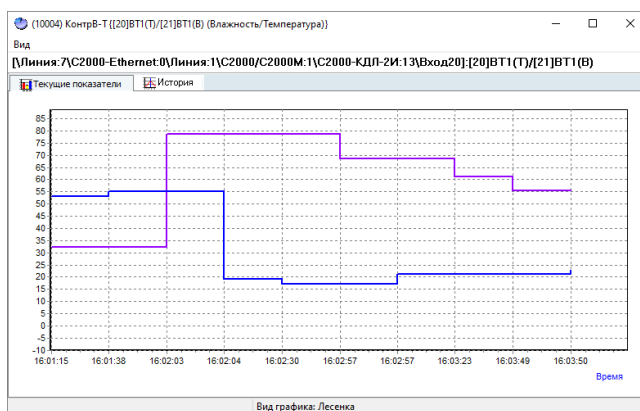

Рисунок 12-64 Вид графика "Лесенка"
- *Лесенка* – ступенчатый график (см. Рисунок 12-64),